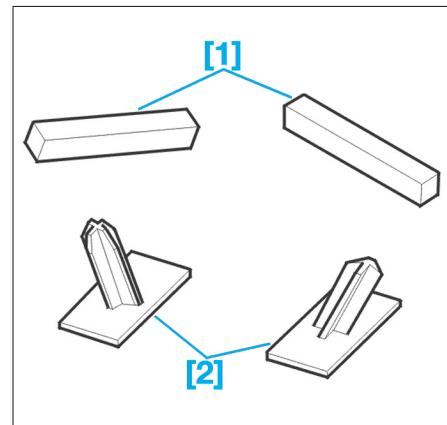

FIG. 7
- [1]. Cales inférieures *2 (Fig.7).